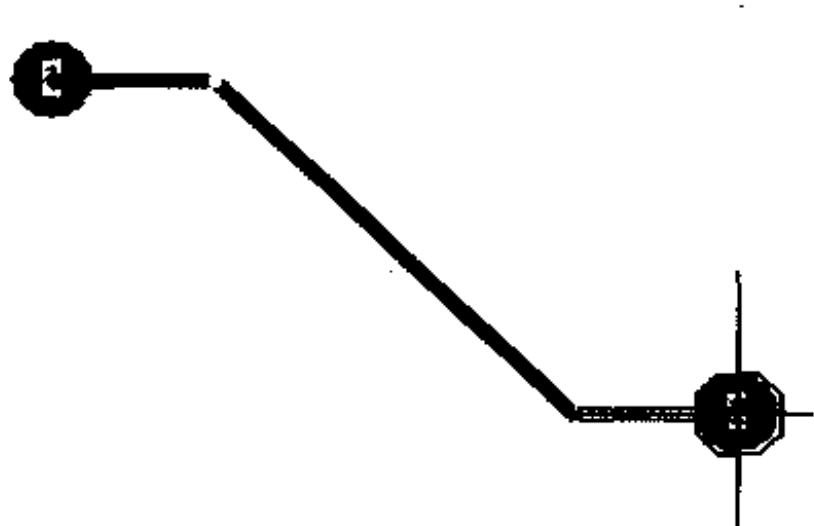

图 5-60 布置第二段导线
3) 确定第二段导线。完成第一段导线后, 将光标移到 2 号焊点上, 焊点上出现一个八角形, 如图 5-60 所示。单击鼠标左键, 将第二段导线确定。